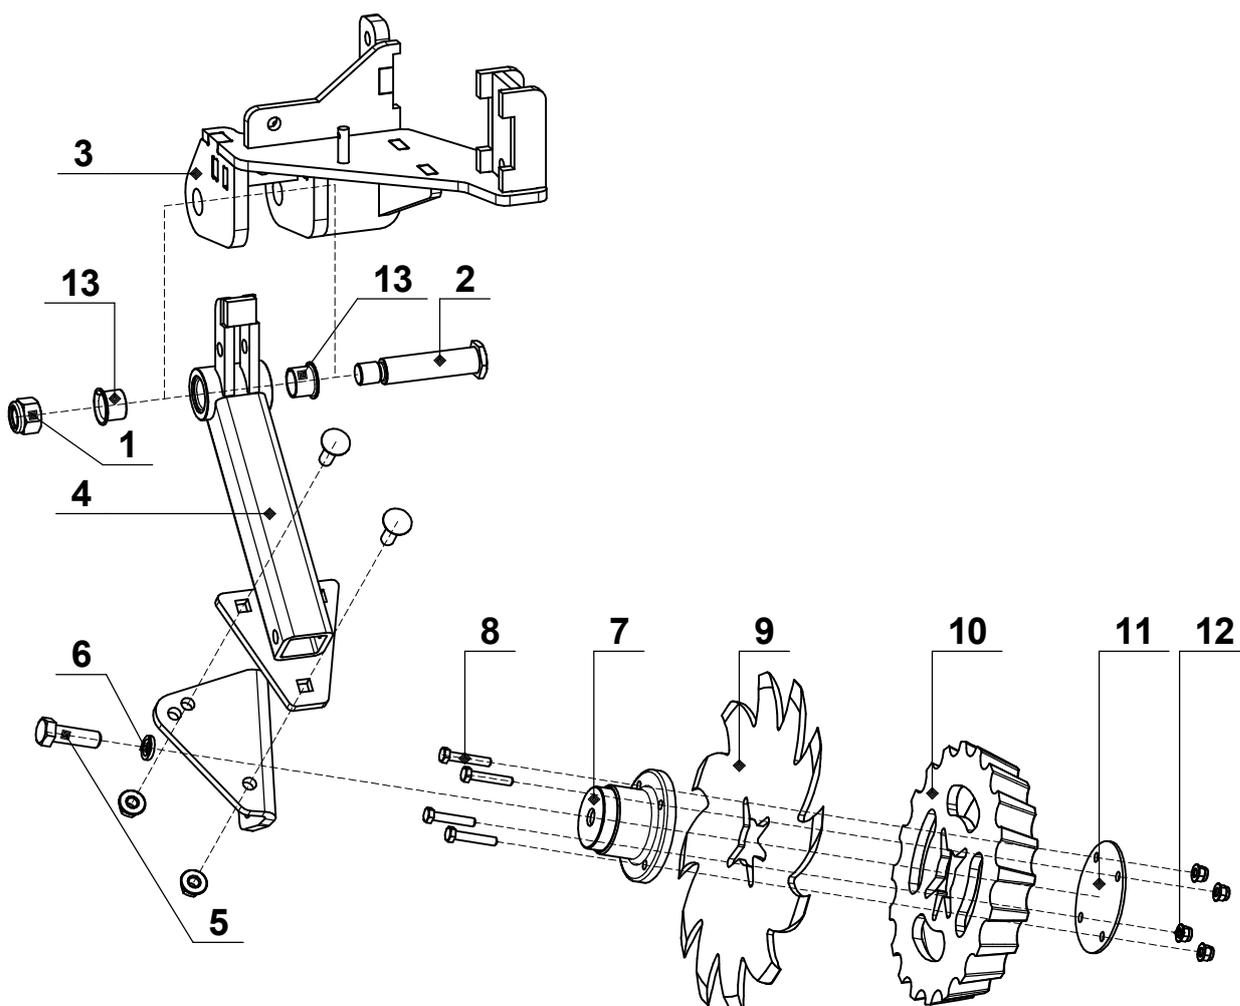

Рис.3.8 - Ремонт узлов зубового очистителя. посевного комплекса FEAT AGRO серии «N-6000» / «N-7000» / «N-8000» / «N-9000» / «N-10500» / «N-12000».
**ОСТОРОЖНО!** Лезвия зубового ножа (поз.9 рис.3.8) остро заточены. Во избежание порезов надевайте защитную одежду и принимайте меры предосторожности.
1. Выкрутите гайку (поз.1 рис.3.8) и извлеките шарнирный палец (поз.2 рис.3.8) из кронштейна (поз.3 рис.3.8) и снимите рычаг (поз.4 рис.3.8).
2. Проверьте детали палец (поз.2 рис.3.8) и втулки (поз.13 рис.3.8) на отсутствие следов износа и повреждений, при необходимости замените их.
3. Для замены втулок (поз.13 рис.3.8) извлеките их из несущего рычага (поз.4 рис.3.8)
4. Запрессуйте новые втулки (поз.13 рис.3.8) в отверстия рычага (поз.4 рис.3.8) таким образом, чтобы их край был ниже на расстоянии 5мм от внешней поверхности рычага.
5. Установите ранее снятый рычаг (поз.4 рис.3.8) и палец (поз.2 рис.3.8). Затяните крепёжные детали (поз.1 рис.3.8) шарнира согласно таблице 1.8.
**ОСТОРОЖНО!** Лезвия зубового ножа (**поз.9** рис.3.8) остро заточены. Во избежание порезов надевайте защитную одежду и принимайте меры предосторожности.
6. Для замены диска (**поз.9** рис.3.8), колеса (**поз.10** рис.3.8), выкрутите из ступицы (**поз.7** рис.3.8) крепёжные болты (**поз.8** рис.3.8) и гайки (**поз.12** рис.3.8), а также снимите крышку (**поз.11** рис.3.8).
7. Для замены ступицы (**поз.7** рис.3.8), выкрутите из ступицы (**поз.7** рис.3.8) крепёжный болт (**поз.5** рис.3.8) и шайбу (**поз.6** рис.3.8)
8. Установите ранее снятые детали и крепёжные элементы согласно рис. 3.8. Затяните крепёжные детали согласно таблице 1.8.